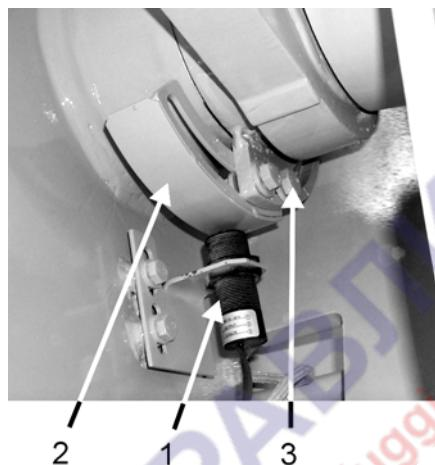
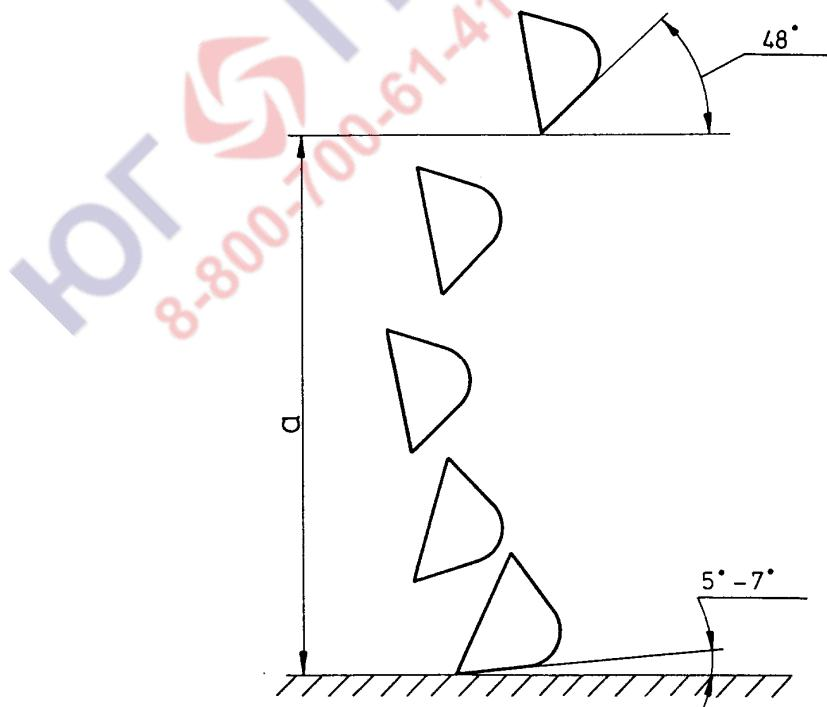

Рис. 4.23. Автоматический ограничитель высоты подъема стрелы
Рис. 4.27. Самопроизвольное выставление ковша для загрузки (зabora материала)
4.16A.2. АВТОМАТИЧЕСКИЙ ОГРАНИЧИТЕЛЬ ВЫСОТЫ ПОДЪЕМА СТРЕЛЫ (РИС. 4.23)
При подъезде к насыпи для загрузки материала оператор обычно одновременно опускает стрелу, при этом ковш самопроизвольно устанавливается под углом 5-7 [°] к горизонту (Рис. 4.27), но только в том случае, если стрела перед этим находилась в максимально верхнем положении, а ковш в положении полного открытия (разгрузки). Об этом следует помнить при проведении регулировки ограничителя высоты подъема стрелы (Рис. 4.19 или Рис. 4.23). Наполнение ковша материалом происходит при нажатии ковшом на уступ и состоит в умелом соединении движений подъема стрелы и поворота ковша